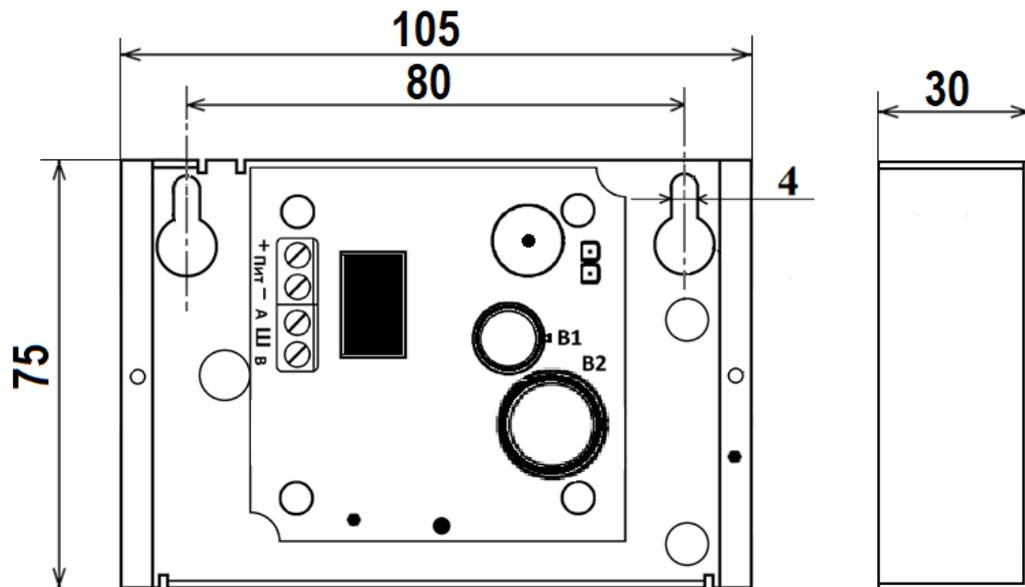

Рисунок 1 - Габаритные и установочные размеры сигнализатора ДГ-1 в металлическом корпусе со снятой крышкой
б) установить переключатели «1» - «6» блока переключателей S1 (см. рисунок 1) в положения, соответствующие адресу сигнализатора в расширенной системе;
в) установить перемычку (из комплекта поставки) в гнезда П1 (см. рисунок 1).
д) подсоединить к зажимам «+» и «-» колодки зажимов ПИТ (см. рисунок 1) шлейф питания;
4.6 Установить переключатели «1» - «6» блока переключателей S1, расположенного на плате (см. рисунок 1), в положения, соответствующие адресу сигнализатора в расширенной системе; установить переключку в гнезда П1 [см. п. 4.3, в)].